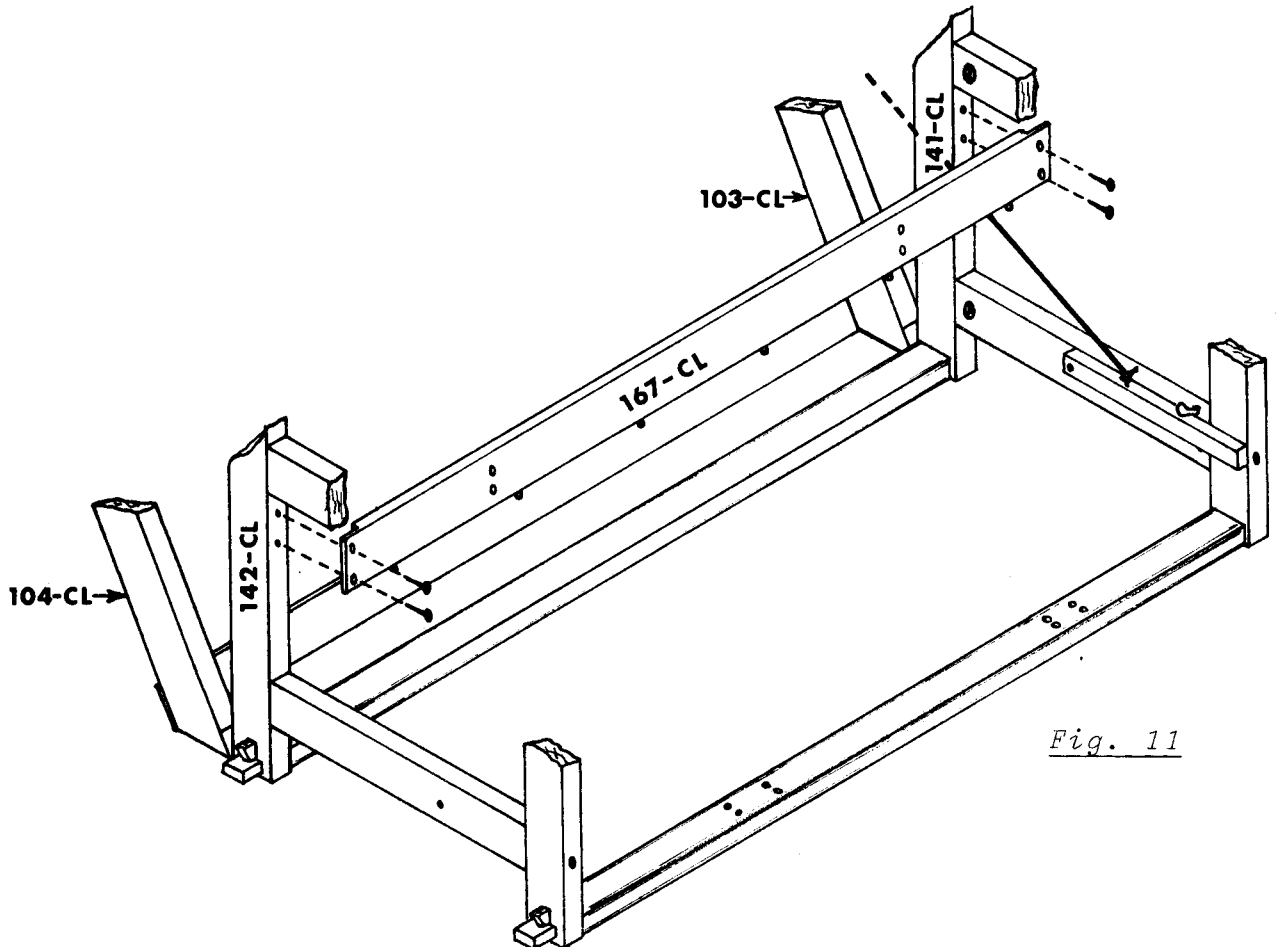

Fig. 11
(I) Visser la traverse centrale 167-CL aux montants du centre 141-142-CL avec des vis à tête ronde de $1\frac{1}{2}$ " (38 mm) de long. (*Fig. 11*)
(I) Screw board 167-CL into uprights 141-142-CL with round headed $1\frac{1}{2}$ " (38 mm) long screws. (*Fig. 11*)